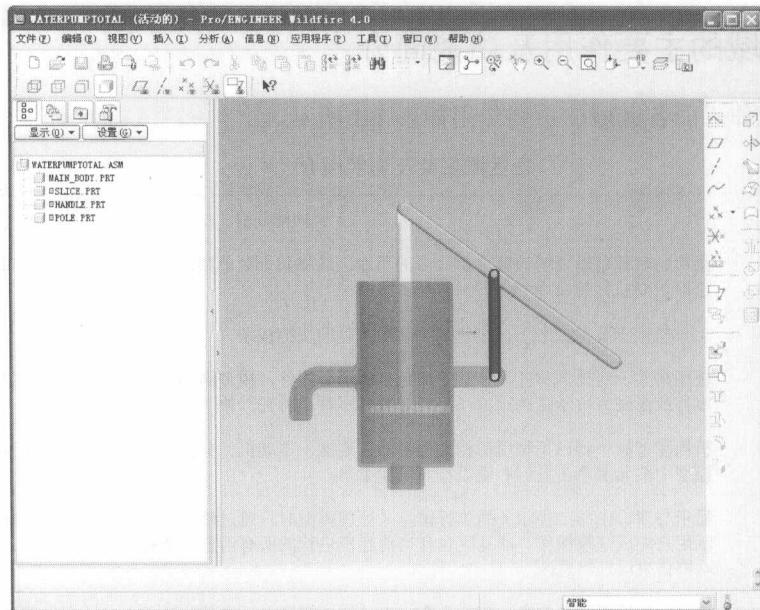

图1-4
3. 在【文件打开】对话框中选取附盘中的“第 1 章\结果\范例 1-1-finished\N1_99.asm”文件，单击 \square 按钮，进入 Pro/E Wildfire 4.0 组件工作界面，如图 1-4 所示。